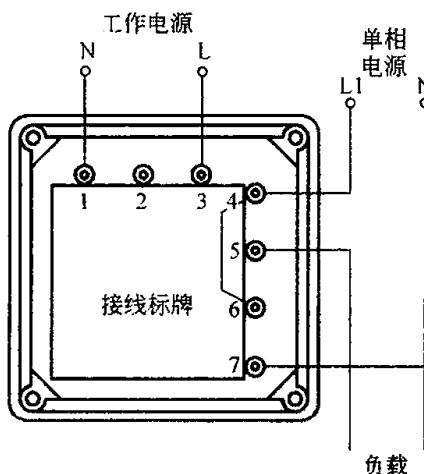

图 83 SHD136 I / SHD146 I 数字功率表接线图
83. SHD136 I / SHD146 I 数字功率表接线图（见图 83）